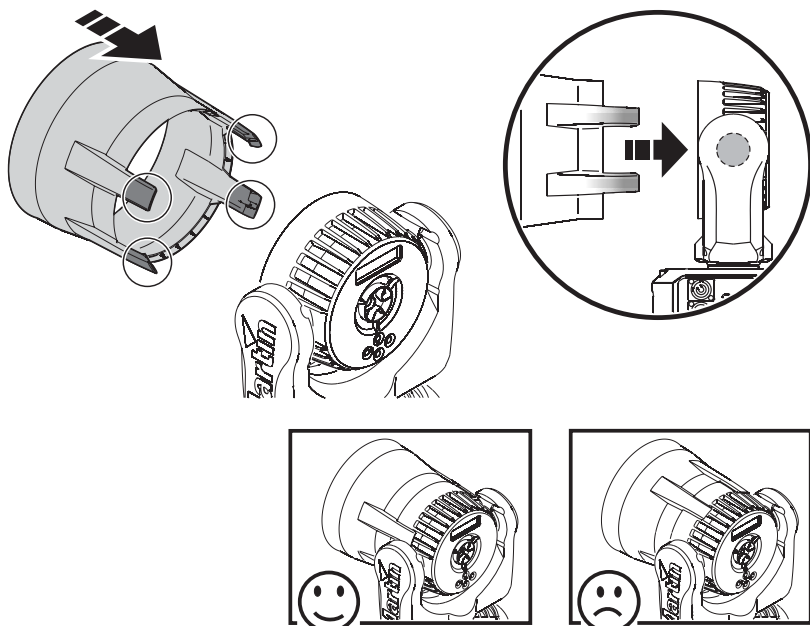

Bild 7: Ausrichten der Halteklammern des Top hats
1. Siehe Bild 7. Richten Sie die Halteklammern des Top hats aus. Sie sollen die Tiltachse des Kopfes wie gezeigt passieren und die Tiltbewegung nicht blockieren.